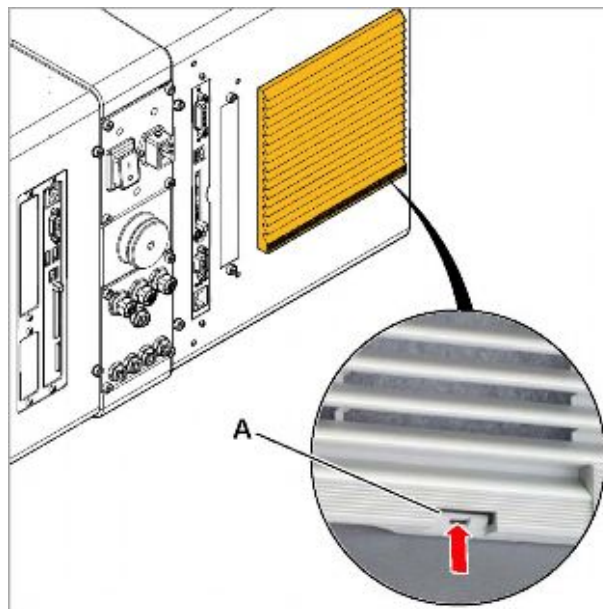
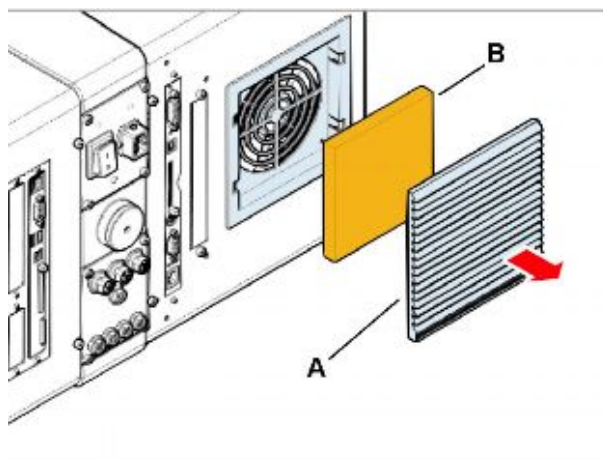

Рис. 23. Выемка (А) в крышке фильтра
Рис. 24. Снятие фильтра (В) и его крышки (А)
1. Надавите отверткой на выемку в крышке фильтра (Рис. 23А) чуть вверх. При этом снимется и крышка фильтра (Рис. 24).
2. Замените фильтр (Рис. 24В) на новый (артикул А9752) или промойте старый и установите его на место.